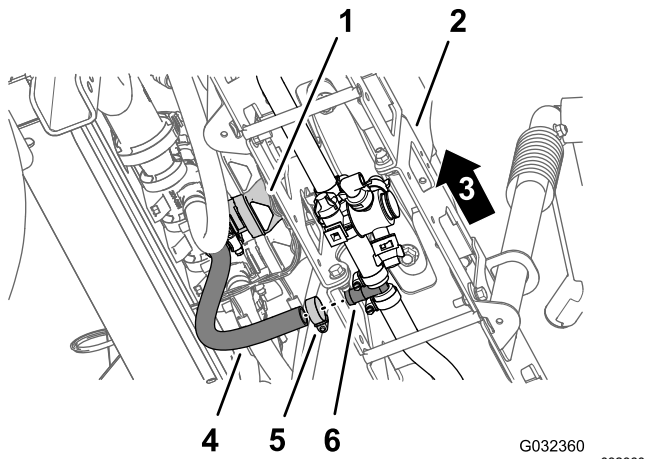

図 48
5. センターブームの下で、センターブームに給液しているホースをバーブ付き T 字フィッティングに固定しているクランプを外す 図 48。